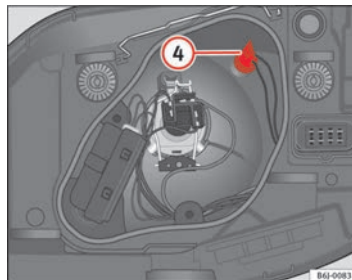

Abb. 148 Standlicht
- Die Fassung ④ ⇒ Seite 229, Abb. 148 herausnehmen.